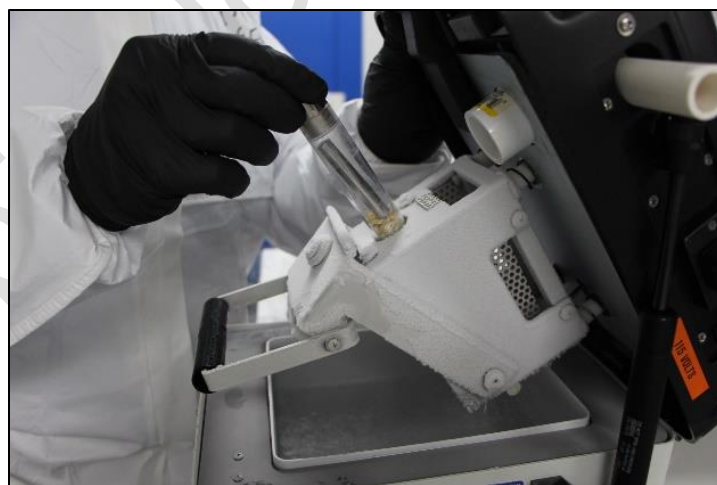

Imagen No. 4
9.4.5. Introducir el reservorio con la muestra dentro del equipo (Imagen No.4).